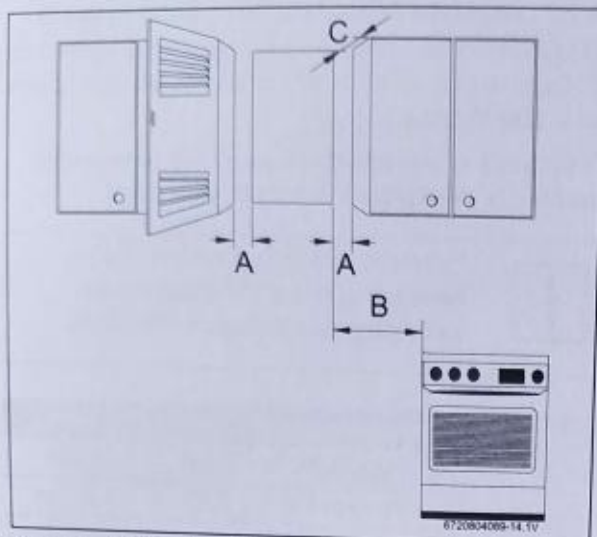

Fig. 12 Distancias mínimas
- Respetar las medidas mínimas de instalación indicadas en la Fig. 12.
- Garantizar un buen acceso para realizar los trabajos de mantenimiento respetando siempre las distancias mínimas indicadas en la Fig. 12.